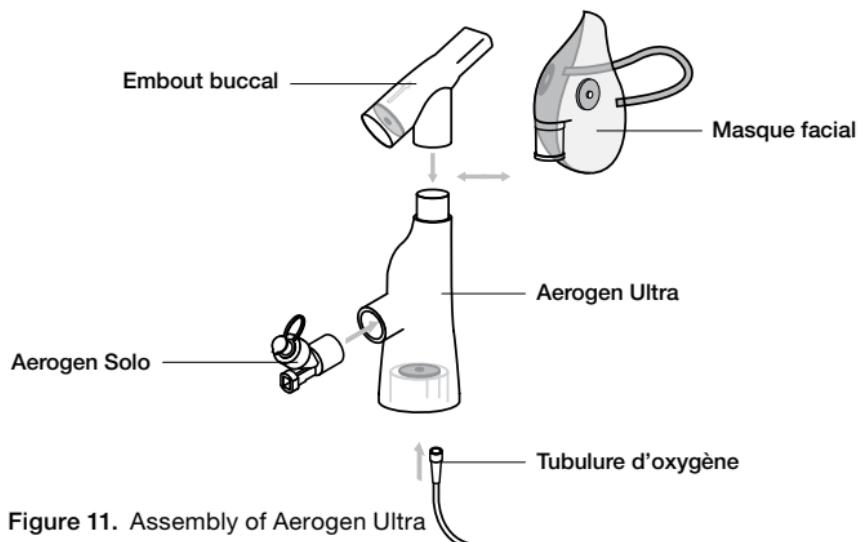

Figure 11. Assembly of Aerogen Ultra
1. Insérer fermement l'Aerogen Solo dans l'Aerogen Ultra, dans le sens indiqué dans la figure 11.